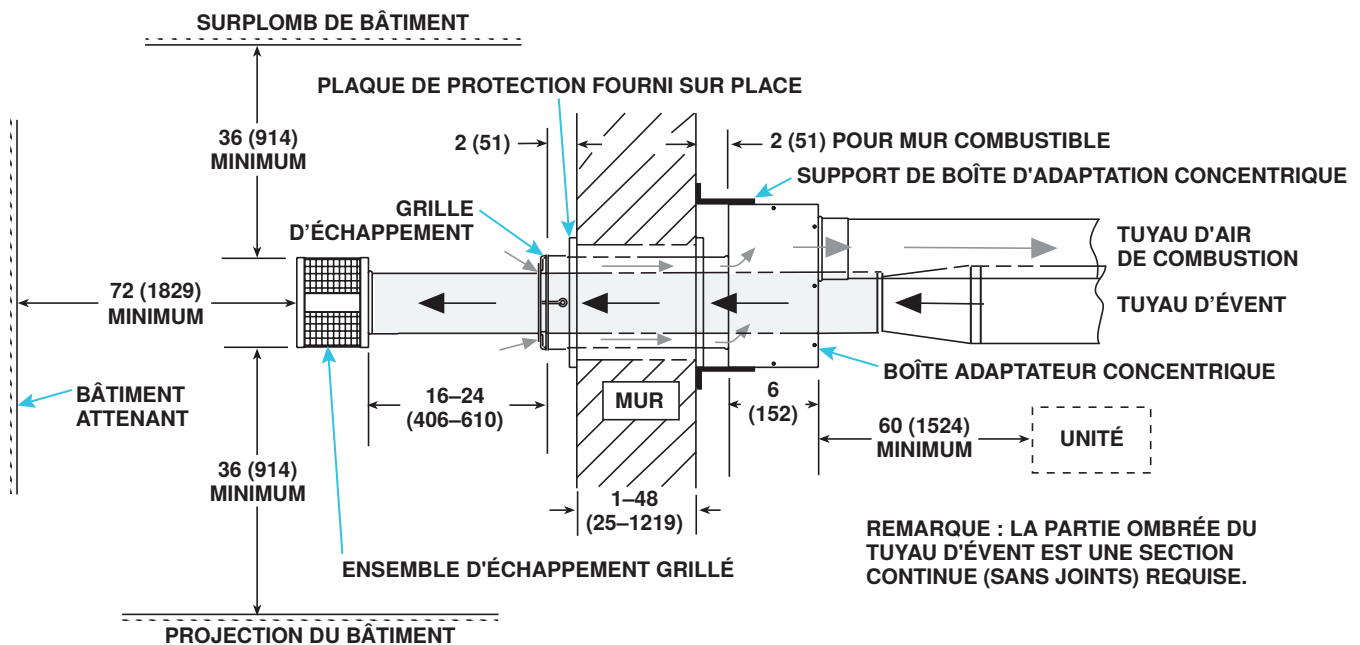

Figure 24. Installation de l'option CC6
5. Connectez la section extérieure du tuyau d'air de combustion au boîtier adaptateur concentrique (voir **Figure 24**) :
6. Fixez le boîtier adaptateur concentrique au mur (voir Figure 24) :
- Positionnez le protecteur d'entrée d'air sur le bout du tuyau d'air de combustion conformément à la Figure 24.
- Consultez la Figure 24 pour établir la longueur de chaque section de conduits ainsi que la longueur totale requise. La transition à simple paroi ou de catégorie III doit être à moins de 6 pouces (152 mm) du boîtier côté appareil de chauffage.
- d. Assurez-vous que l'ensemble d'échappement grillagé est aligné de manière à ce que ses déflecteurs soient positionnés à 12, 3, 6 et 9 heures (voir Figure 24). Installez d'échappement grillagé conformément à la Figure 8.
10. Vérifiez la conformité à la Figure 24 et à toutes les exigences d'échappement spécifiques données ci-dessus.